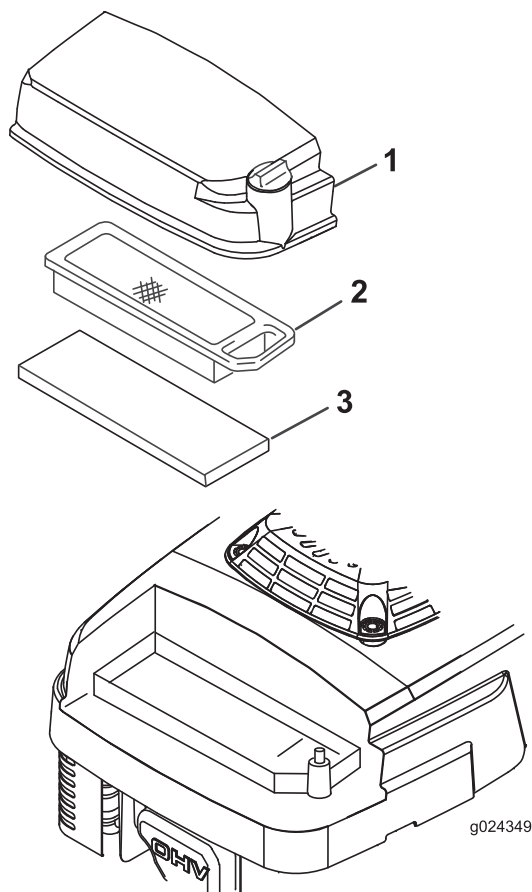

Bild 20
3. Lösen Sie die Schraube am Luftfiltergehäuse (Bild 20).
5. Nehmen Sie den Papierluftfilter ab, prüfen Sie ihn (Bild 20) und werfen Sie ihn weg, wenn er zu stark verschmutzt ist.
6. Entfernen Sie den Schaumvorfilter (Bild 20) und waschen Sie ihn in milder Seifenlauge. Tupfen Sie ihn dann trocken.